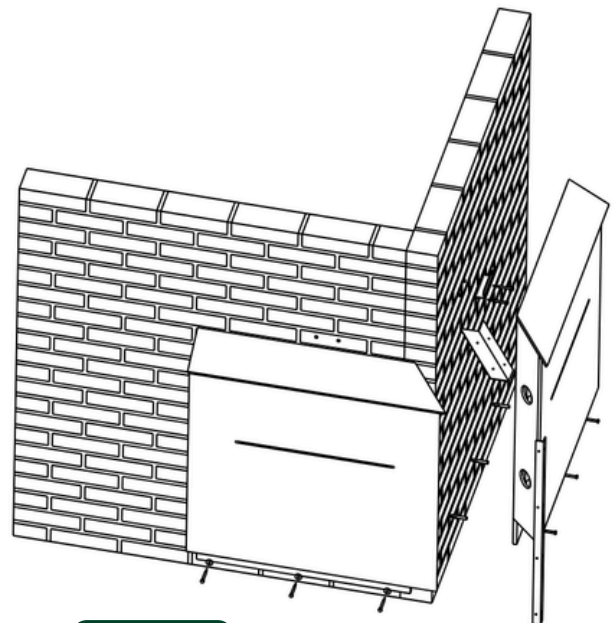

Afb. 1
- 1 Boor per Z-beugel twee gaten in de muur op maat van de plug. Het eerste gat moet op 307 mm van de muurhoek, het tweede gat op 377mm. Let op dat de vier gaten waterpas zijn (zie afb. 1).